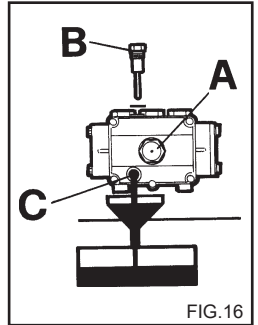

FIG.16
- 2) Den Deckel mit dem Kontrollstab (fig.16) aufdrehen.